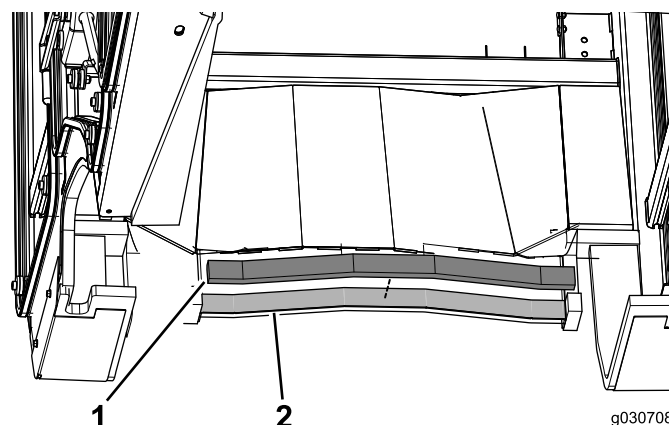

Рисунок 15
- Установите задний уплотнитель из пеноматериала на заднюю часть кабины в сборе (Рисунок 15).